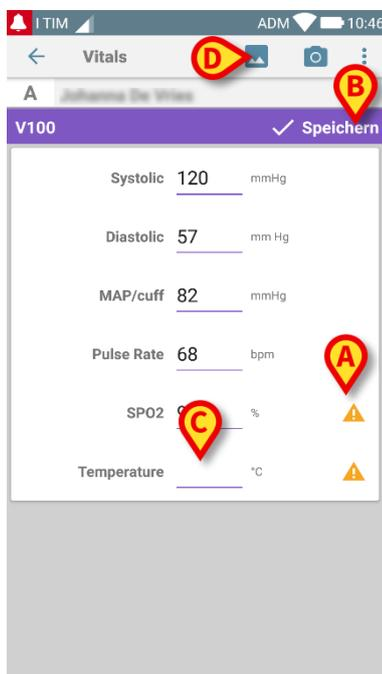
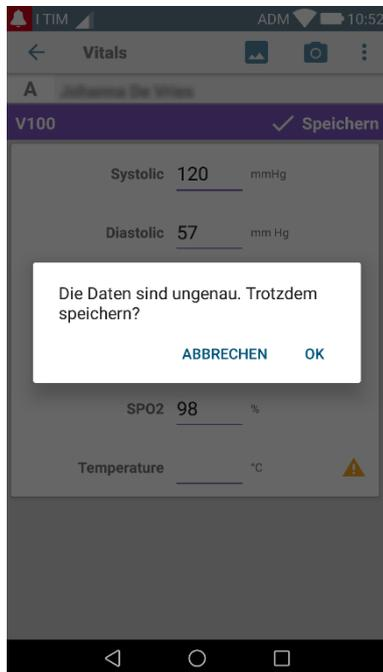
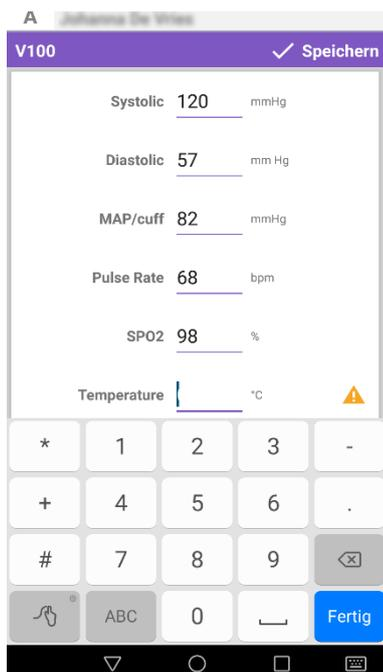

Abb. 90
Abb. 91
Abb. 92
Sobald das Foto aufgenommen wurde, wird es von der OCR verarbeitet und das Ergebnis wird verwendet, um die Felder des Bildschirms Abb. 86 mit den Daten aus dem Gerät auszufüllen, die in Abb. 84 angezeigt werden. Nun erscheint das folgende Fenster Abb. 90:
Wenn einer der von der OCR ausgegebenen Werte außerhalb des gültigen Bereichs liegt, ⚠ wird das Symbol in der Nähe des Parameters selbst angezeigt (Abb. 90 **A**). Dies geschieht, weil die OCR die vom V100-Monitor angezeigten Werte nicht erkennen konnte oder weil der Monitor selbst keinen Wert anzeigt.
- Berühren Sie die Schaltfläche **Speichern** oben rechts (Abb. 90 **B**). Wenn nicht alle Werte im Akzeptanzbereich berücksichtigt werden (d. h. das **!** Symbol ist vorhanden), fragt das Vitals-Modul den Benutzer nach einer Bestätigung (Abb. 91):
- Berühren Sie das Feld, in das der fehlende Wert eingefügt werden soll (Abb. 90 **C**). Da ein numerischer Wert erwartet wird, wird eine numerische Tastatur angezeigt, um den gewünschten Wert einzugeben (Abb. 92):